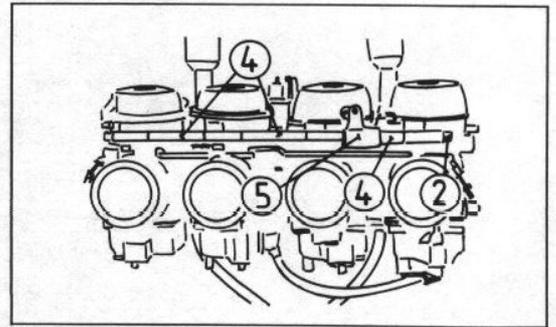

Bild 51
- Dazu die Halter abziehen (Bild 51).